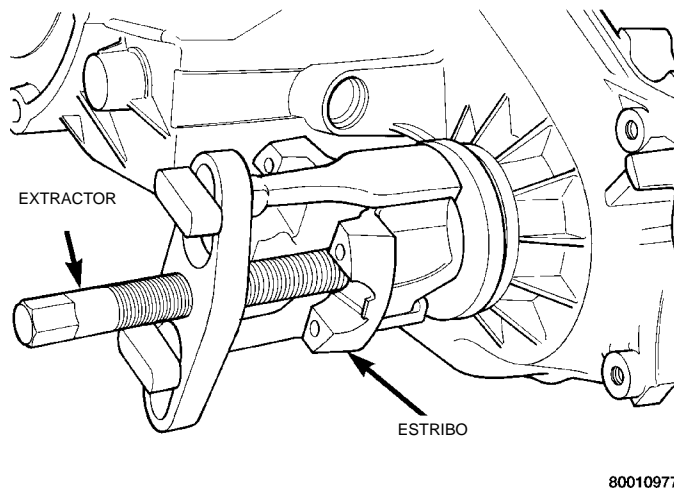

Fig. 22 Desmontaje del estribo
(3) Retire el estribo. Si es difícil desmontar el estribo con la mano, retírelo con un hendedor de cojinetes o con un extractor convencional de dos mandíbulas (Fig. 22). Asegúrese de que el extractor se coloque sobre el estribo y no sobre el deflector ya que éste se dañará.